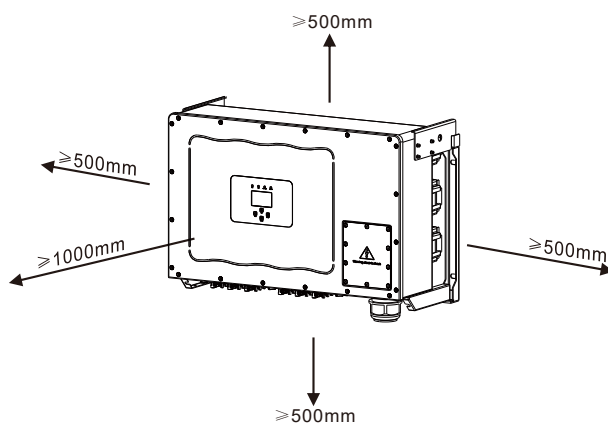

Figura 4.3 Espaço de instalação
- Se instalar mais de um inversor, deve deixar pelo menos 500 mm de espaço entre cada inversor. E dois inversores adjacentes também estão separados por pelo menos 500 mm. E deve instalar o inversor em local onde as crianças não possam tocar. Por favor veja a figura 4.3.